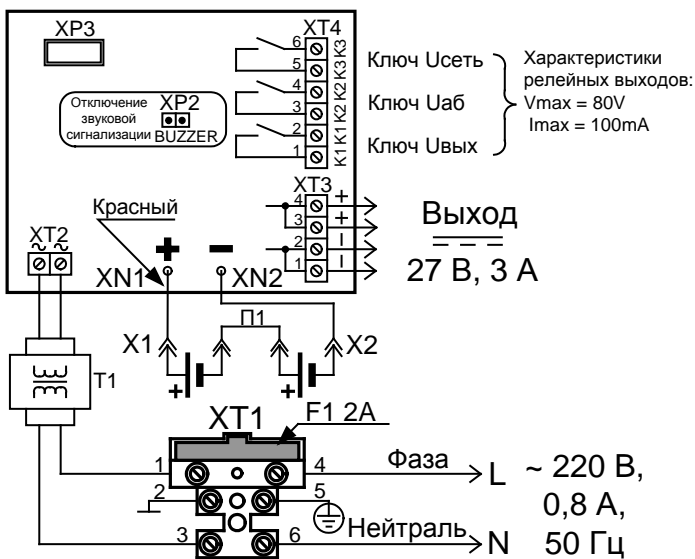

Рисунок 1 Схема подключения РИП
1.2.15 РИП обеспечивает возможность отключения звуковой сигнализации путём снятия перемычки с разъёма ХР2 (расположение разъёма показано на Рис. 1).
Внимание! При подключении внешнего питающего напряжения 220 В к сетевой колодке необходимо соблюдать правильность подключения проводов «фаза» и «нейтраль». Подключение производить в соответствии с рисунком, расположенным на внутренней стороне корпуса или в соответствии с Рис. 1 данной этикетки.
- подключить нагрузку к выходной клеммной колодке, соблюдая полярность (ХТЗ/1,2 – «-», ХТЗ/3,4 – «+», см. Рис. 1).
ж) При необходимости организации дистанционной сигнализации наличия сетевого напряжения, выходного напряжения и напряжения батареи подключить выходы оптореле К1, К2 и К3 к шлейфам сигнализации приборов согласно Рис. 1. Состояния цепей оптореле приведены в Таблице 1.